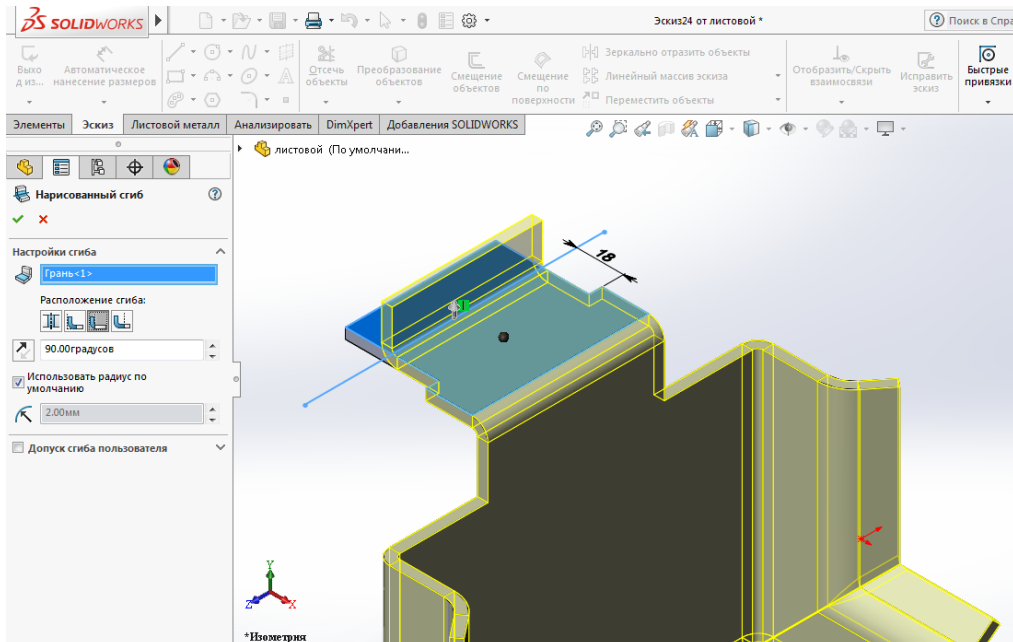

Рис. 14. Призначення зафіксованої грані
- оберіть грань з ескізом під лінією згину як зафіксовану грань (рис. 14);